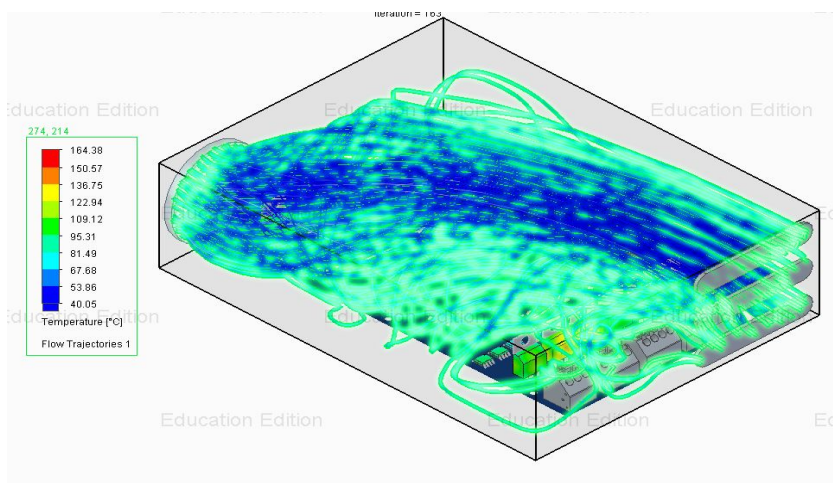

Рис. 2.175. Воздушный поток через корпус при моделировании на скорости 7 км/ч с естественным охлаждением
1) Расход воздуха составляет 2,5 кг/с. Максимальная температура силовых ключей согласно результатам моделирования составляет 164°C. На рис. 2.175 представлен поток воздуха через корпус.